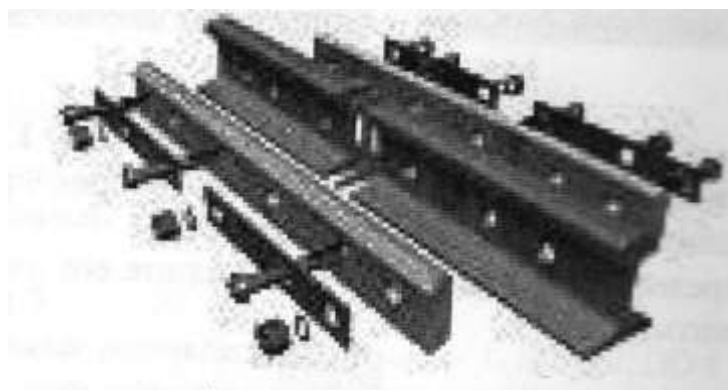

Рис. 27. Стык изолирующий
2. Опишите назначение и конструкцию изолирующего стыка (рис. 27) с указанием его основных элементов.